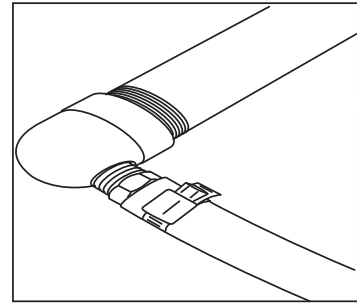

Figure 1.
1. Installez le boyau sur la cannelure de la pompe et fixez avec la pince du boyau fournie. **Voir la figure 1.**